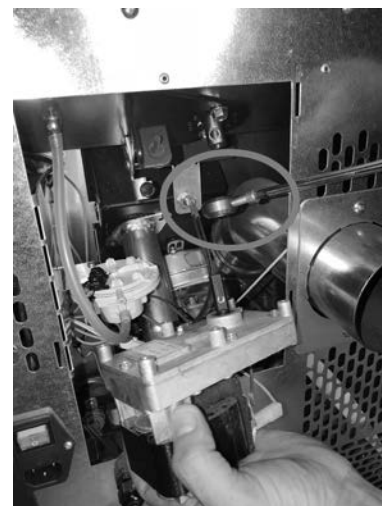

Fig. 80 - Verwijdering van de reductiemotor
- Verwijder de reductiemotor door de blokkerende schroef los te draaien (zie **Fig. 80**).